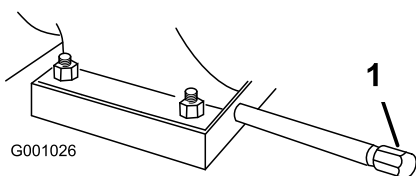

Рисунок 52
1. Очистите поверхность вокруг пробки для слива масла (Рисунок 52).